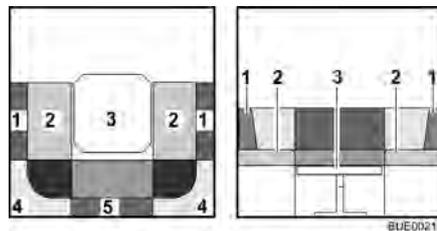

Fig. 81 Durante la transformación
- Quitar los cojines del respaldo (Fig. 81,4 y 5) y ponerlos a un lado.
- Tirar de los cojines del asiento (Fig. 81,2) hacia el centro de la mesa.
- Colocar los cojines del respaldo (Fig. 81,1) entre los cojines del asiento y la pared exterior. Tener en cuenta la forma de cuña.